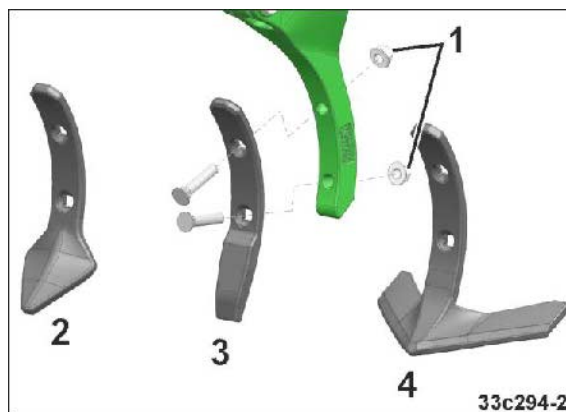

Fig. 184
1. Løsn fastgørelsesmøtrikkerne (Fig. 184/1).
3. Spænd fastgørelsesmøtrikkerne (Fig. 184/1).
Vingeskær (Fig. 184/4)	stort
Hjertesvær (Fig. 184/2)	↓
Smalskær (Fig. 184/3)	lille